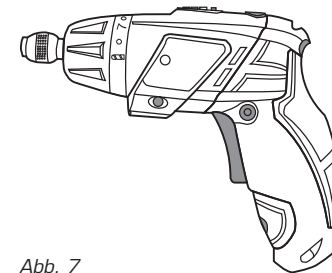
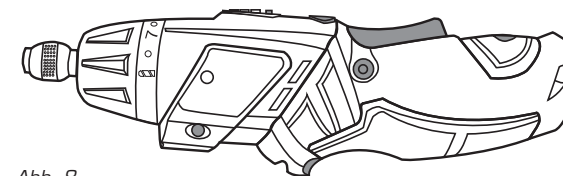

Abb. 7
Abb. 8
Dieses Elektrowerkzeug ist mit einem einstellbaren Handgriff (8) ausgestattet. Der Handgriff kann je nach Anwendung so eingestellt werden, dass das Elektrowerkzeug gewinkelt (Abb. 7) oder gerade (Abb. 8) benutzt werden kann.